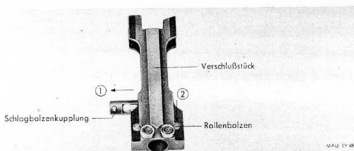

Abb. 48: MG 81; Herausnehmen der Schlagbolzenkupplung
Die Schlagbolzenkupplung (Abb. 48) im Verschlussstück bis zum Anschlag nach links drücken ① und herausziehen. Rollenbolzen herausschlagen, damit die Führungsrollen zum Verschlussstück frei werden ②.